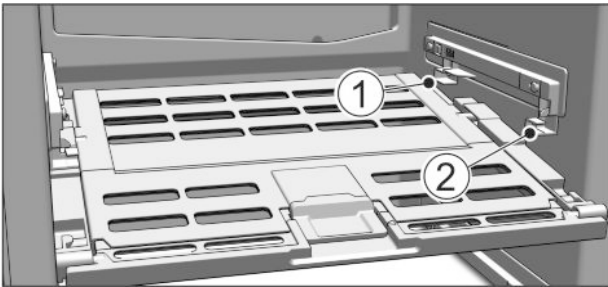

Fig. 10
- ▶ Вставляння кришки відділення Fruit & Vegetable-Safe: вставити поперечні ребра кришки знизу у задній тримач Fig. 10 (1) і зафіксувавши спереду у тримачі Fig. 10 (2).